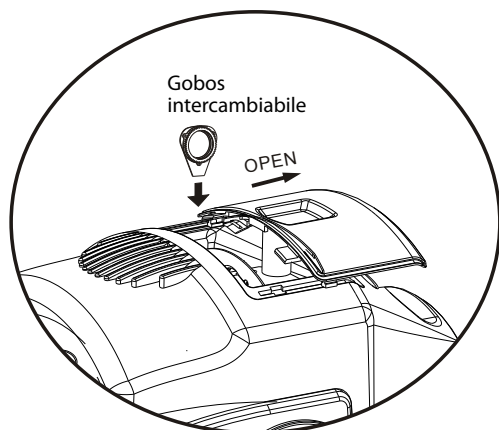

Fig.9
2. Aprire lo sportello dei gobos (fig.9) posto nella parte superiore della testa mobile.